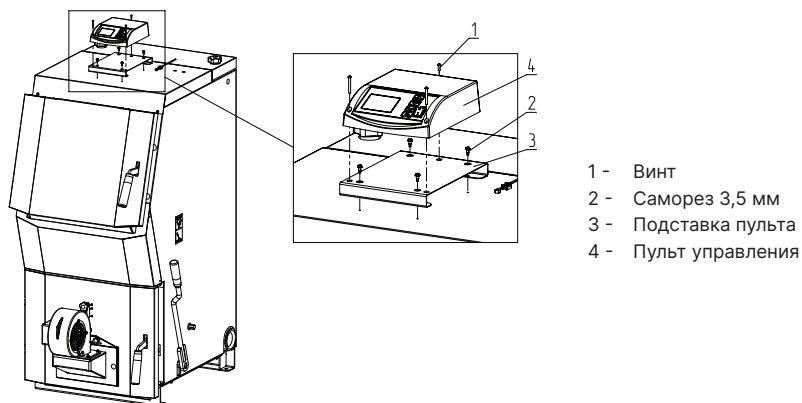

Рис.6 Установка пульта управления
- Закрепить подставку пульта (**Рис.6, поз.3**) саморезами (**Рис.6, поз.2**) на верхней части котла;
- На подставку пульта (**Рис.6, поз.3**) установить пульт управления (**Рис.6, поз.4**) и зафиксировать его винтами (**Рис.6, поз.1**).